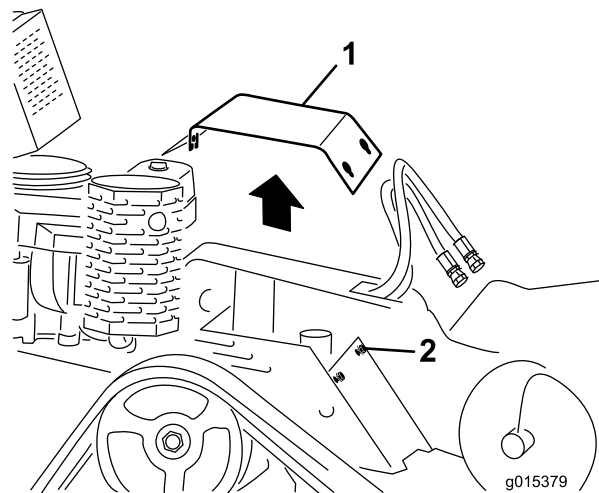

Рисунок 25
3. Последовательно ослабьте 3 болта, крепящие плоскую крышку к раме, чтобы можно было снять крышку (Рисунок 25).
2. Поставьте плоскую крышку на место и закрепите 3 болтами, вывинченными ранее (Рисунок 25).